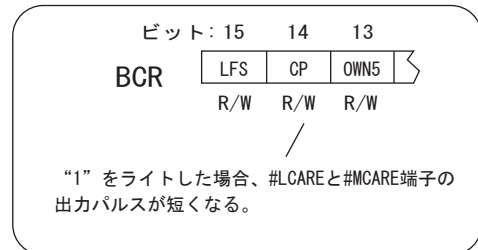

図 4.33 BCR の CP ビット
#LCARE 端子から出力される Lo パルスの幅を、“5～7Tbps”時間の短いパルスへ変更することができます。短いパルスへ変更する場合は、“**4.1.3 コミュニケーション起動前の設定（イニシャライズ）から起動まで**”に記述された操作の②－（3）時点において、BCR（Basic Control Register）のビット 14（CP：Care Pulse）へ“1”をライトしてください（この操作により、“**4.4.5.2 MCARE 信号出力**”に記述された #MCARE 端子から出力される Lo パルスも短くなります。図 4.33 参照）。
#MCARE 端子から出力される Lo パルスの幅を、“5～7Tbps”時間の短いパルスへ変更することができます。短いパルスへ変更する場合は、“4.1.3 コミュニケーション起動前の設定 (イニシャライズ) から起動まで”に記述された操作の②－(3) 時点において、BCR (Basic Control Register) のビット 14 (CP: Care Pulse) へ“1”をライトしてください (この操作により、“4.4.5.1 LCARE 信号出力”に記述されている #LCARE 端子から出力される Lo パルスも短くなります。図 4.33 参照)。この場合、LED 表示の点灯を目視すること